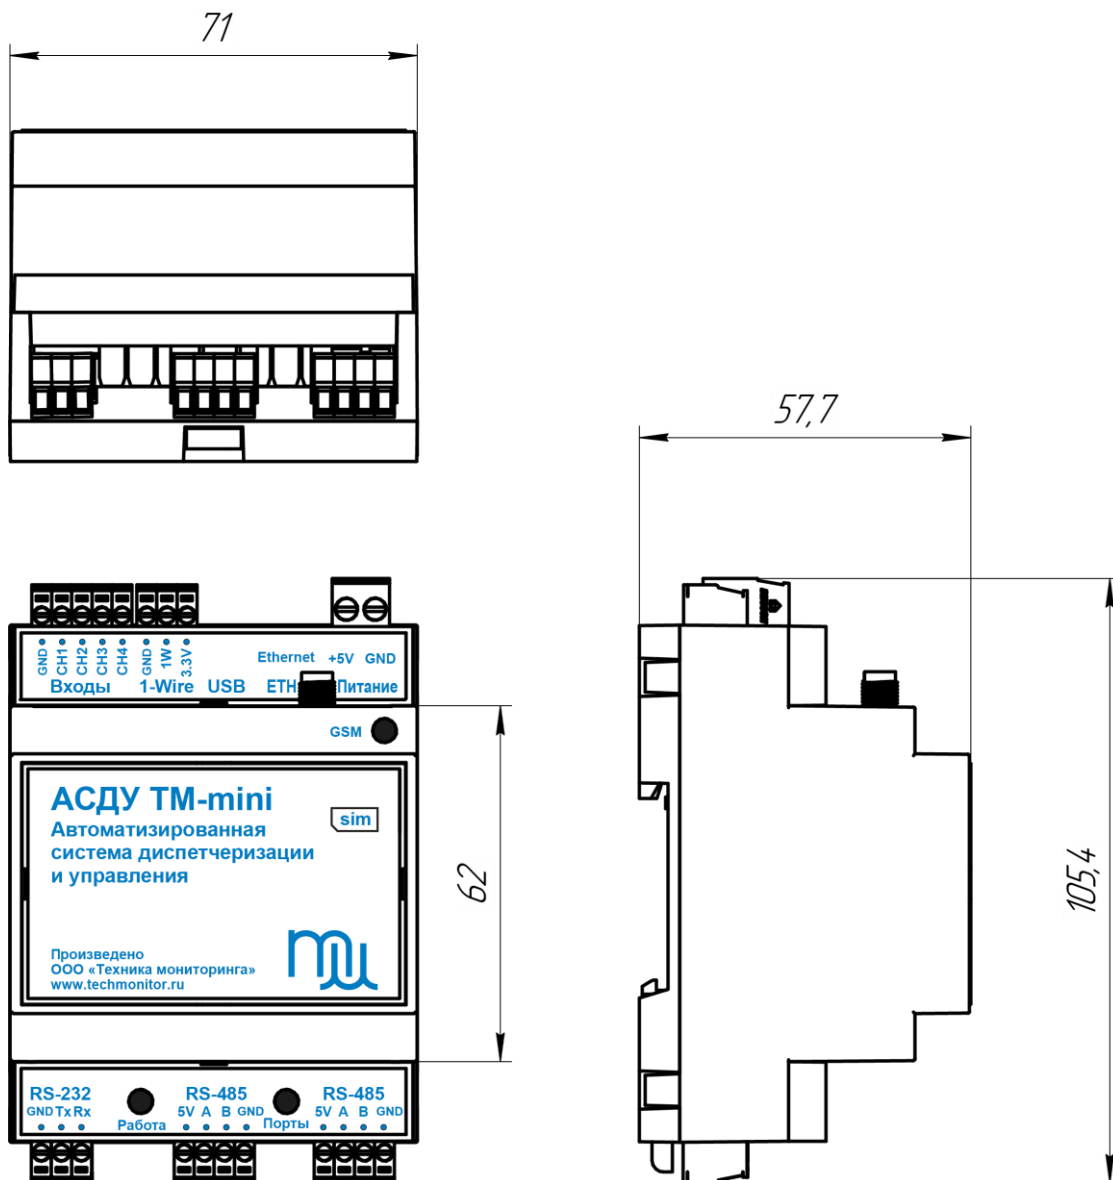

Рисунок 1
2.16 Габаритные размеры (ВхШхГ) 105,4х70,7х57,7 мм. Указаны на рис.1